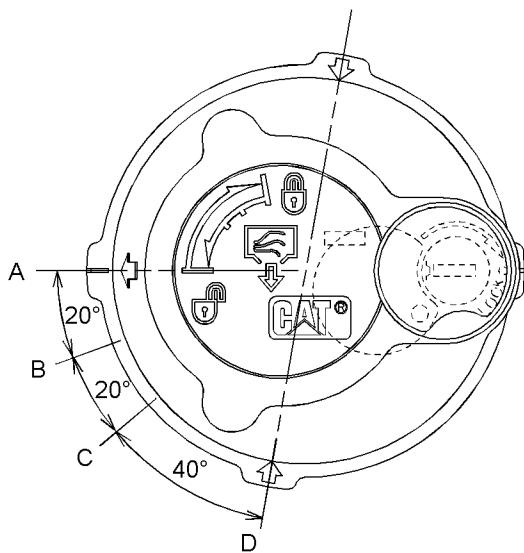

Ilustración 497
6. Suelte la presión que puede haber en el circuito hidráulico de retorno con el siguiente procedimiento. Consulte la Ilustración 497 para ver las posiciones de la tapa del tubo de llenado.
- a. Gire la tapa del tubo de llenado hacia la izquierda y mueva la flecha de la posición (A) a la posición ( B).
- b. Suelte la presión durante un mínimo de 45 segundos moviendo la flecha de la posición (B) a la posición (C).
- c. Oprima la tapa del tubo de llenado hacia abajo y mueva la flecha de la posición (C) a la posición ( D).